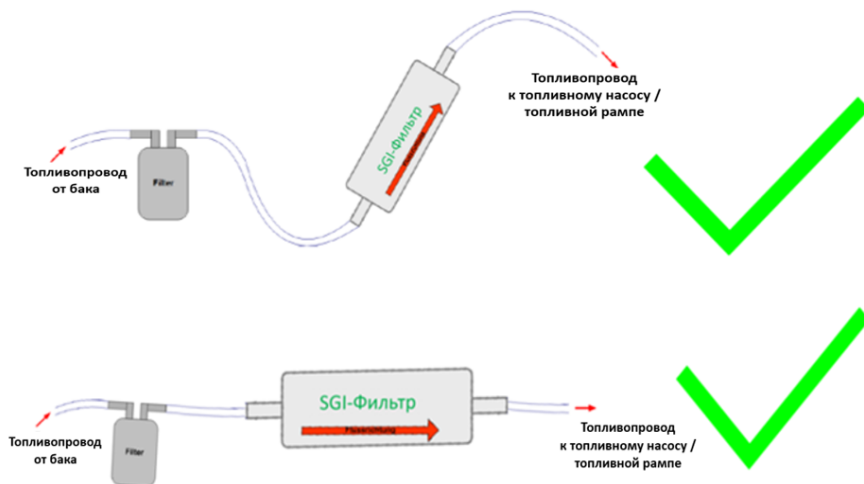

Рис. 8. Правильно установленный SGI-фильтр
- н) Установите SGI-фильтр в слегка наклонном вертикальном положении (см. Рис. 8) с выходом в направлении потока (стрелка) вверх. Это предотвращает накопление воздуха в SGI-фильтре